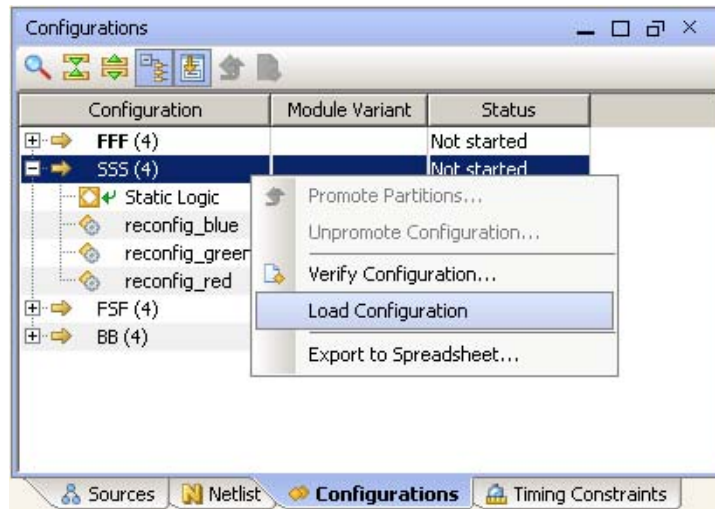

図 4-27 : 既存コンフィギュレーションの読み込み
1. 図 4-27 のように [Configurations] ビューのポップアップ メニューから [Load Configuration] をクリックすると、解析用のネットリストが読み込まれます。